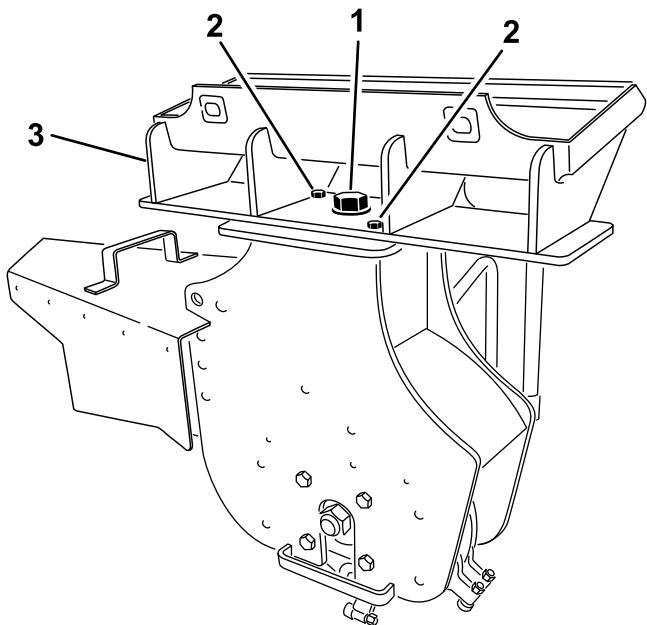

Bild 12
- Entfernen Sie die große Schraube (1" x 2¼"), Scheibe, Mutter (1"), zwei kleinen Schrauben (½" x 1½") und zwei Muttern (½"), mit denen die Schnellbefestigung an der Stubbenfräse befestigt ist (Bild 12). Nehmen Sie das Teil ab.
- Befestigen Sie die neue Schnellbefestigung mit den entfernten Befestigungen an der Stubbenfräse, wie in Bild 12 abgebildet.